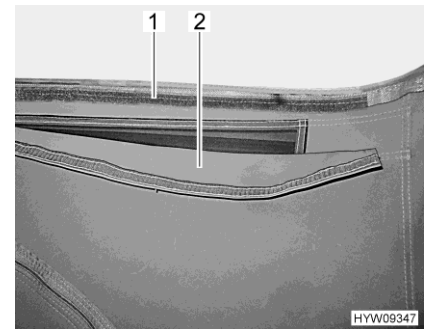

Bild 32 Ventilation (öppet)
- Drag upp tygremmen (Bild 32,2) och tryck på kardborrbandet (Bild 32,1).